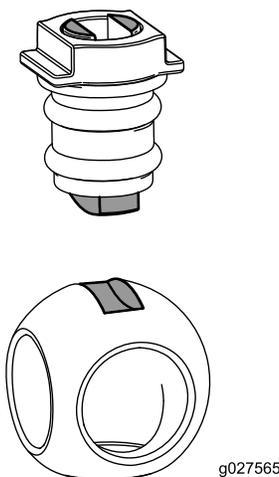

Figura 114
6. Inserite la sfera sul corpo della valvola (Figura 114).
Nota: Lo stelo della valvola deve inserirsi nella scanalatura di azionamento della sfera. Se lo stelo della valvola non si inserisce, regolate la posizione della sfera (Figura 114).